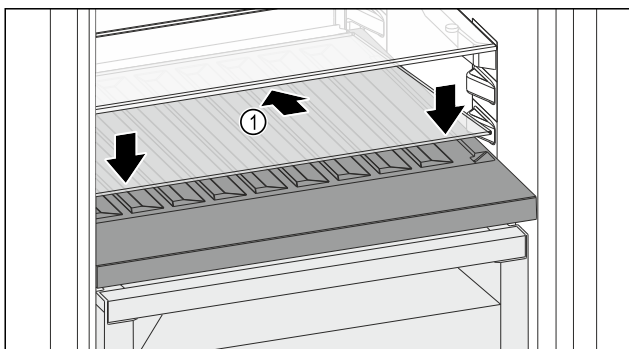

Fig. 122
- Postavite staklenu ploču *Fig. 122 (1)* ukoso, nagnutu straga prema dolje.
- Staklenu ploču *Fig. 122 (1)* podignite sprijeda.